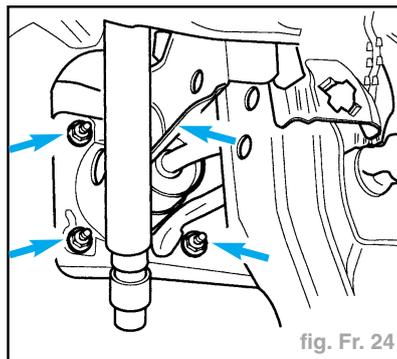

fig. Fr. 24
- Dévisser les écrous hexagonaux du servofrein (flèches) (fig. Fr. 24).
- Poser le servofrein avec le cylindre principal de frein et les fixer avec de nouveaux écrous hexagonaux en serrant à 2,5 daN.m (flèches) (fig. Fr. 24).